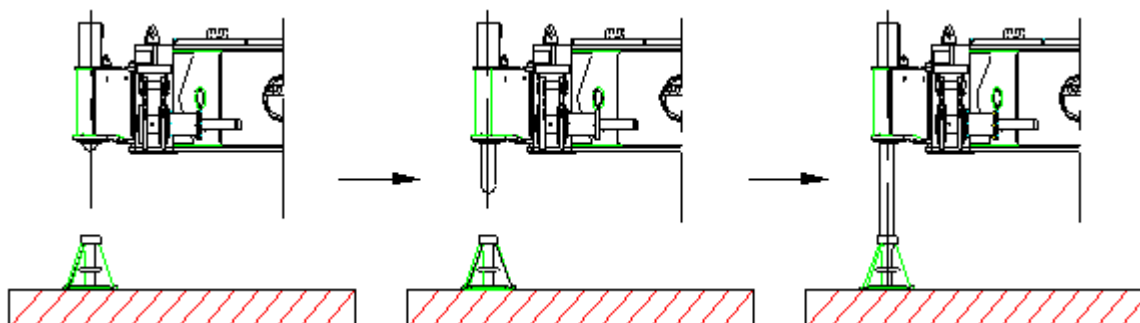
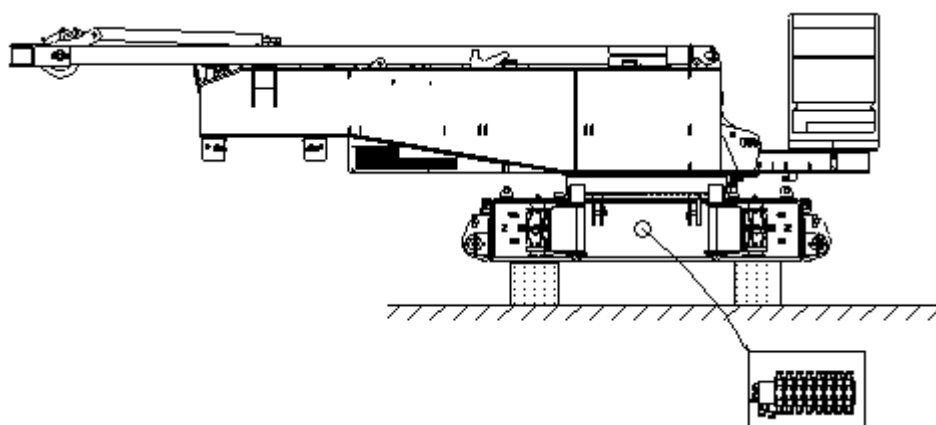

Рисунок 3-14 Процесс выдвижение штоков аутригеров
Рисунок 3-15 Положение управляющего клапана ходовой части
3. Поместите подкладку под гидроцилиндр аутригера, задействуйте клапан управления ходовой частью, медленно выдвигайте шток гидроцилиндра, прижать его вплотную к подкладке аутригера и поднимать базовую часть крана над трейлером, чтобы откатить трейлер от базовой части крана (рисунок 3-14 и рисунок 3-15).